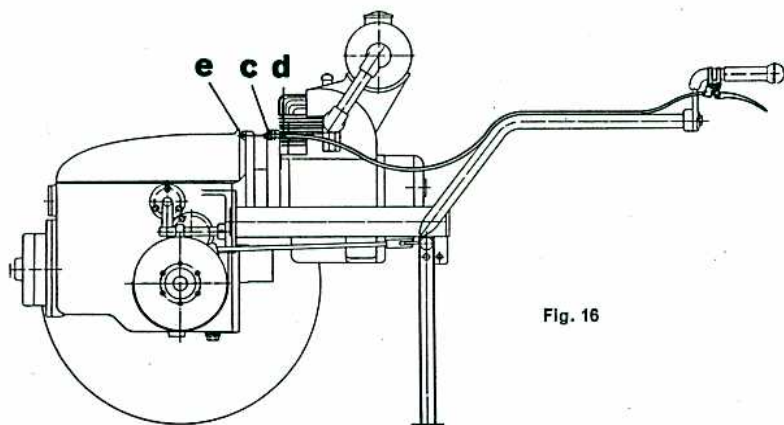

Fig. 16
14. Koplingi (Fig.16)
b) Sjølvom motoren går jamt, slirar koplingi. I eit slikt høve löyser ein muttri c og skruven d vert skruva inn 1 - 2 omgonger, d.v.s. framover. So skruvar ein muttri c fast att og prøver koplingi. Når tannhjuli skurrar, må ein regulera litt attende. Er det umogeleg å regulera meir med skruven d, so kan kabelnippelen e stillast tilsvarande (sjå fig.16).